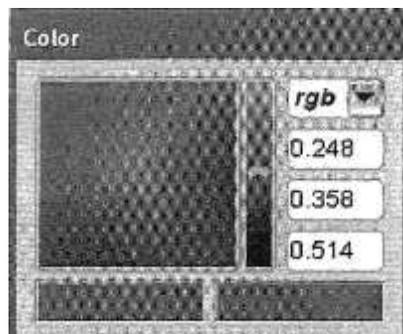

Figura 2-8. El mapa de color
- **Color del fondo:** Para cambiar el color del fondo de las ventanas de visualización, seleccione *Color del fondo* en el menú Ver. Esto hará que **aparezca** un mapa de color igual al mostrado en la figura 2-8.